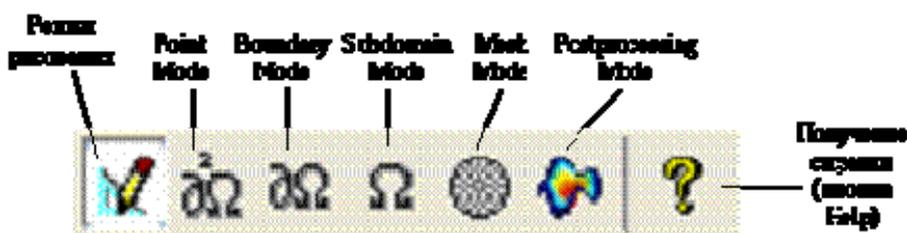

Рис. 2.2.1.5. Кнопки переключения операционных режимов на главной инструментальной панели
Кнопки главной инструментальной панели, с помощью которых можно переключаться между операционными режимами, показаны на рис. 2.2.1.5.
- Кнопка Help на главной инструментальной панели (рис. 2.2.1.5).